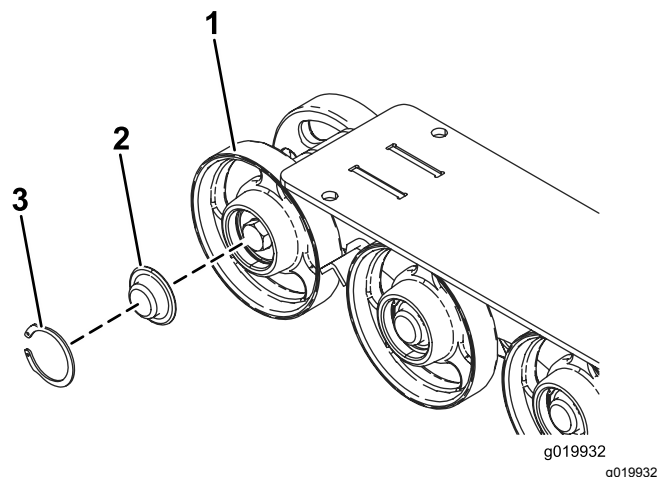

図 51
5. ロードホイールについているスナップリングとキャップを外す 図 51。
6. キャップ外した部分とガスケット周囲のグリスの状態を見る 図 51。グリスが劣化しているようであれば、完全にふき取り、ガスケットを交換して新しいグリスを入れる。
8. グリスを入れたキャップをボルトの頭に取り付ける 図 51。
9. キャップをスナップリングで固定する 図 51。